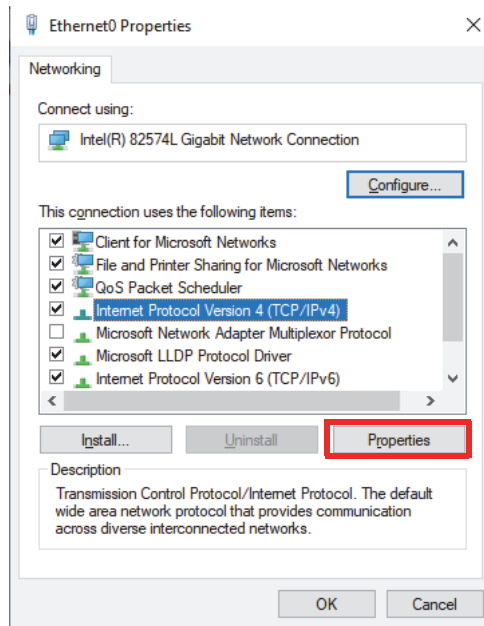

図 7-1 イーサネットプロパティダイアログボックス
- b) TCP/IPv4 の設定（72 ページの図 7-1）をダブルクリックします。
- e) 最適なパフォーマンスを実現し、データの損失を防ぐために、同じネットワークカードの**プロパティで設定**（72 ページの図 7-1）をクリックし、**詳細設定タブ**を選択してください。